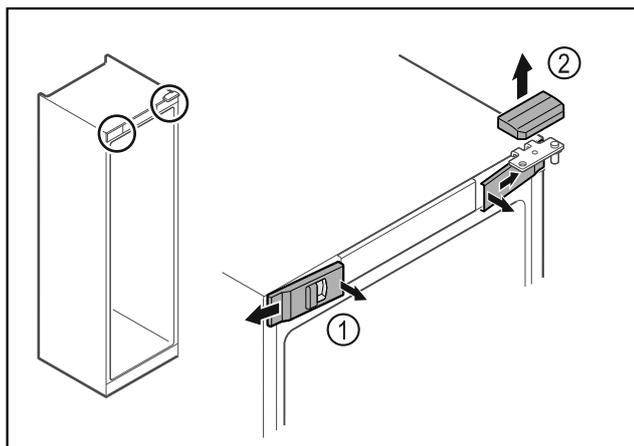

Fig. 9
- Décrocher les caches avant Fig. 9 (1) du côté intérieur et les retirer vers l'extérieur.
- Retirer le cache supérieur Fig. 9 (2) vers le haut.